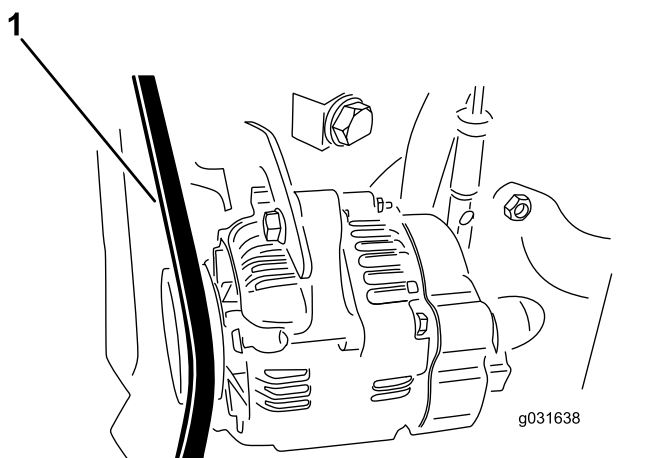

Рисунок 62
2. Приложите усилие 30 Н к ремню генератора в точке посередине между шкивами (Рисунок 62).